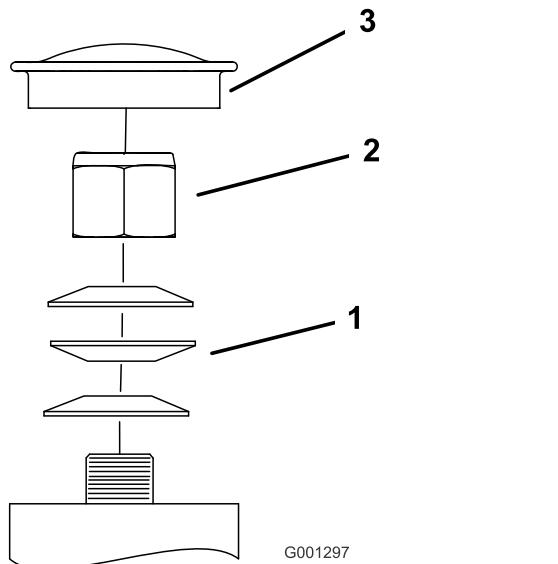

Figura 74
3. Togliete il coperchietto antipolvere dalla ruota orientabile e serrate il dado di bloccaggio (Figura 74).
4. Serrate il dado di bloccaggio finché le rondelle elastiche non sono piatte, quindi allentate di un quarto di giro per mettere a punto il precarico sui cuscinetti (Figura 74).
Importante: Verificate che le rondelle elastiche siano correttamente montate, come riportato nella Figura 74.
5. Montate il coperchietto antipolvere (Figura 74).